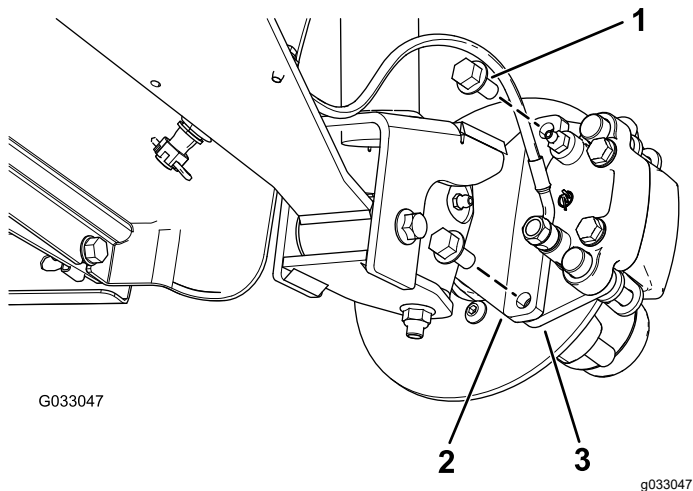
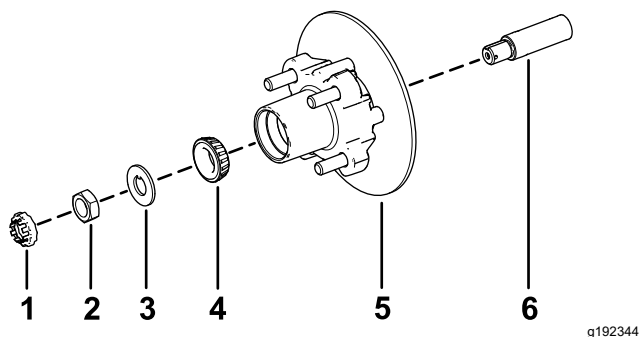

图 29
图 33
3. 卸下将制动器总成支架固定到主轴的凸缘头螺栓 $\frac{3}{8} \times \frac{3}{4}$ 英寸将制动器与主轴分开图 29。
1. 在主轴上涂上薄薄一层指定润滑脂图 33。
2. 将轮毂和转子组装到带内转子的主轴上图 33。
3. 将外置轴承组装到主轴上并将轴承放置到外置座圈内图 33。
4. 将止动垫圈组装到主轴上图 33。
5. 将主轴螺母拧到主轴上上紧螺母扭矩至 15N·m 同时旋转轮毂将轴承调整到位图 33。
2. 将刹车踏板与转子的任意一侧对齐图 29 将制动盘托盘中的孔与主轴机架的制动器安装架中的孔对齐图 33。
3. 用 2 个凸缘头螺栓 $\frac{3}{8} \times \frac{3}{4}$ 英寸将卡钳支架固定到主轴机架上图 29。